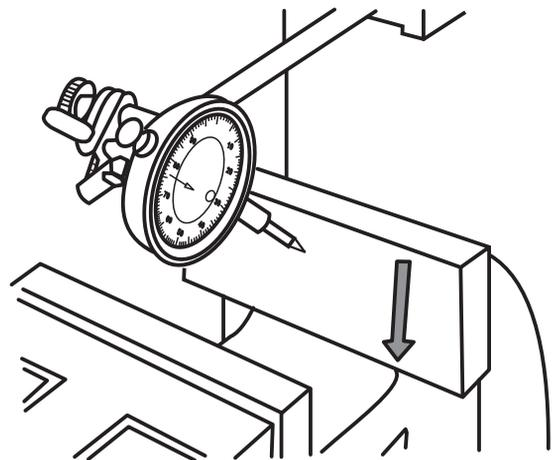

Fig. 6
**4º Paso** : Controle la perpendicularidad de la mordaza fija. (Fig. 6).